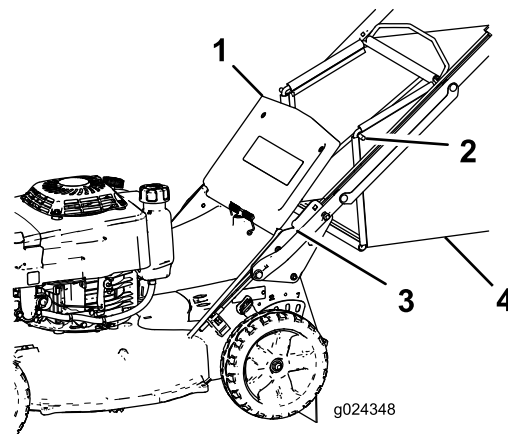

Figura 18
2. Sollevate il deflettore posteriore e tenetelo sollevato (Figura 18).
4. Installate le estremità dell'asta del cesto nelle tacche alla base della stegola e spostate il cesto avanti e indietro per accertare che le estremità dell'asta del cesto siano posizionate in fondo a entrambe le tacche (Figura 18).
3. Rimuovete l'asta sul cesto di raccolta dalle tacche alla base della stegola (Figura 18).